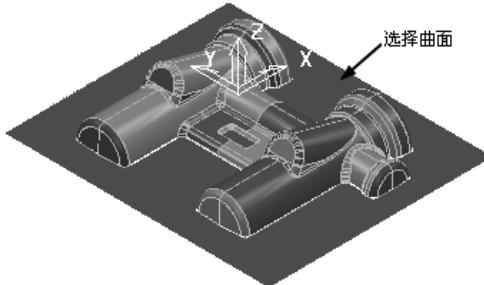

图 3-134 选择曲面
2) 选择图 3-134 所示的曲面, 然后单击“插入模型”按钮 $\text{F}$ , 单击“边界”对话框的“接受”按钮即可完成边界创建。